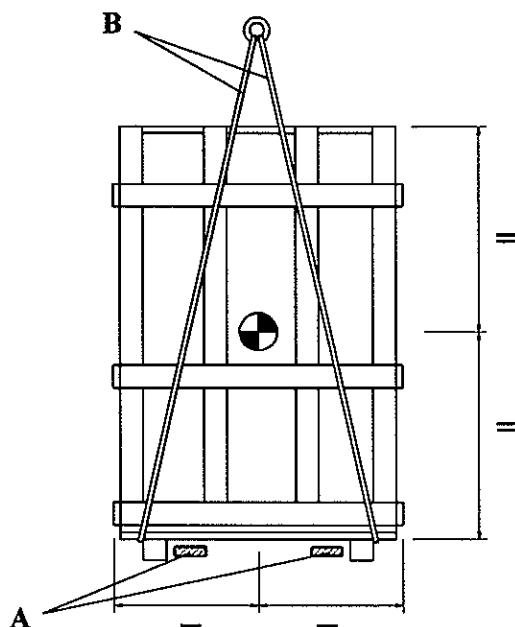

fig. 1
The center of gravity for all models is equidistant of the sides, top and lower of the crate (*fig. 1*).
El centro de gravedad de todos los modelos es equidistante de los laterales del embalaje y de las caras superior e inferior. (*fig. 1*)
Le centre de gravité de tous les modèles est équidistant des carters de l'emballage et des côtés supérieur et inférieur (*fig. 1*)
To move the machine when crated (*fig. 1*), use best a pallet truck, placing the forks (A) between the crating base and the floor, use the maximum width permitted by the crating.
El transporte de la máquina con embalaje (*fig. 1*) se realizará, preferentemente, mediante cártilas elevadoras, introduciendo las palas (A) en el espacio que existe entre la base del embalaje
Le déplacement de la machine avec emballage (*fig. 1*), sera effectué, préférablement, par des chariots élévateurs, on introduira les fourches (A) dans l'espace qu'il y a entre la base de